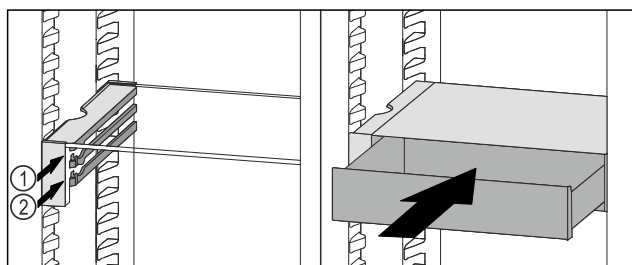

Fig. 119
- ▶ Nasadte zásuvku VarioSafe za zarážky na požadovaném žebro Fig. 119 (1) nebo Fig. 119 (2).